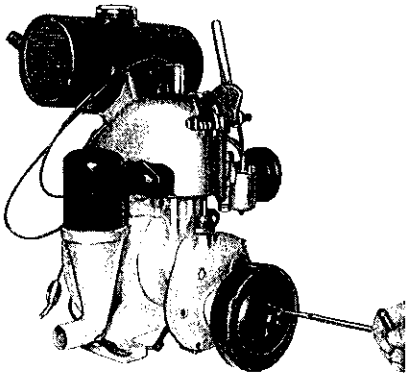

Bild 2. Aushängen der Kupplungsfedern
1. Aushängen der fünf Kupplungsfedern und Abnehmen des Federtellers (Bild 2). Dabei ist es erforderlich, daß die Kupplung eingreift.